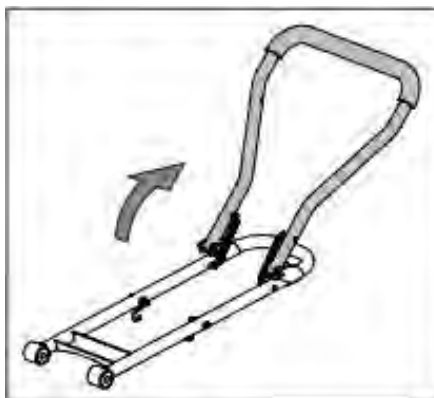

Рис. 2 Раскладка рабочей рукоятки
1. Разложите рабочую рукоятку, как показано на Рис. 2